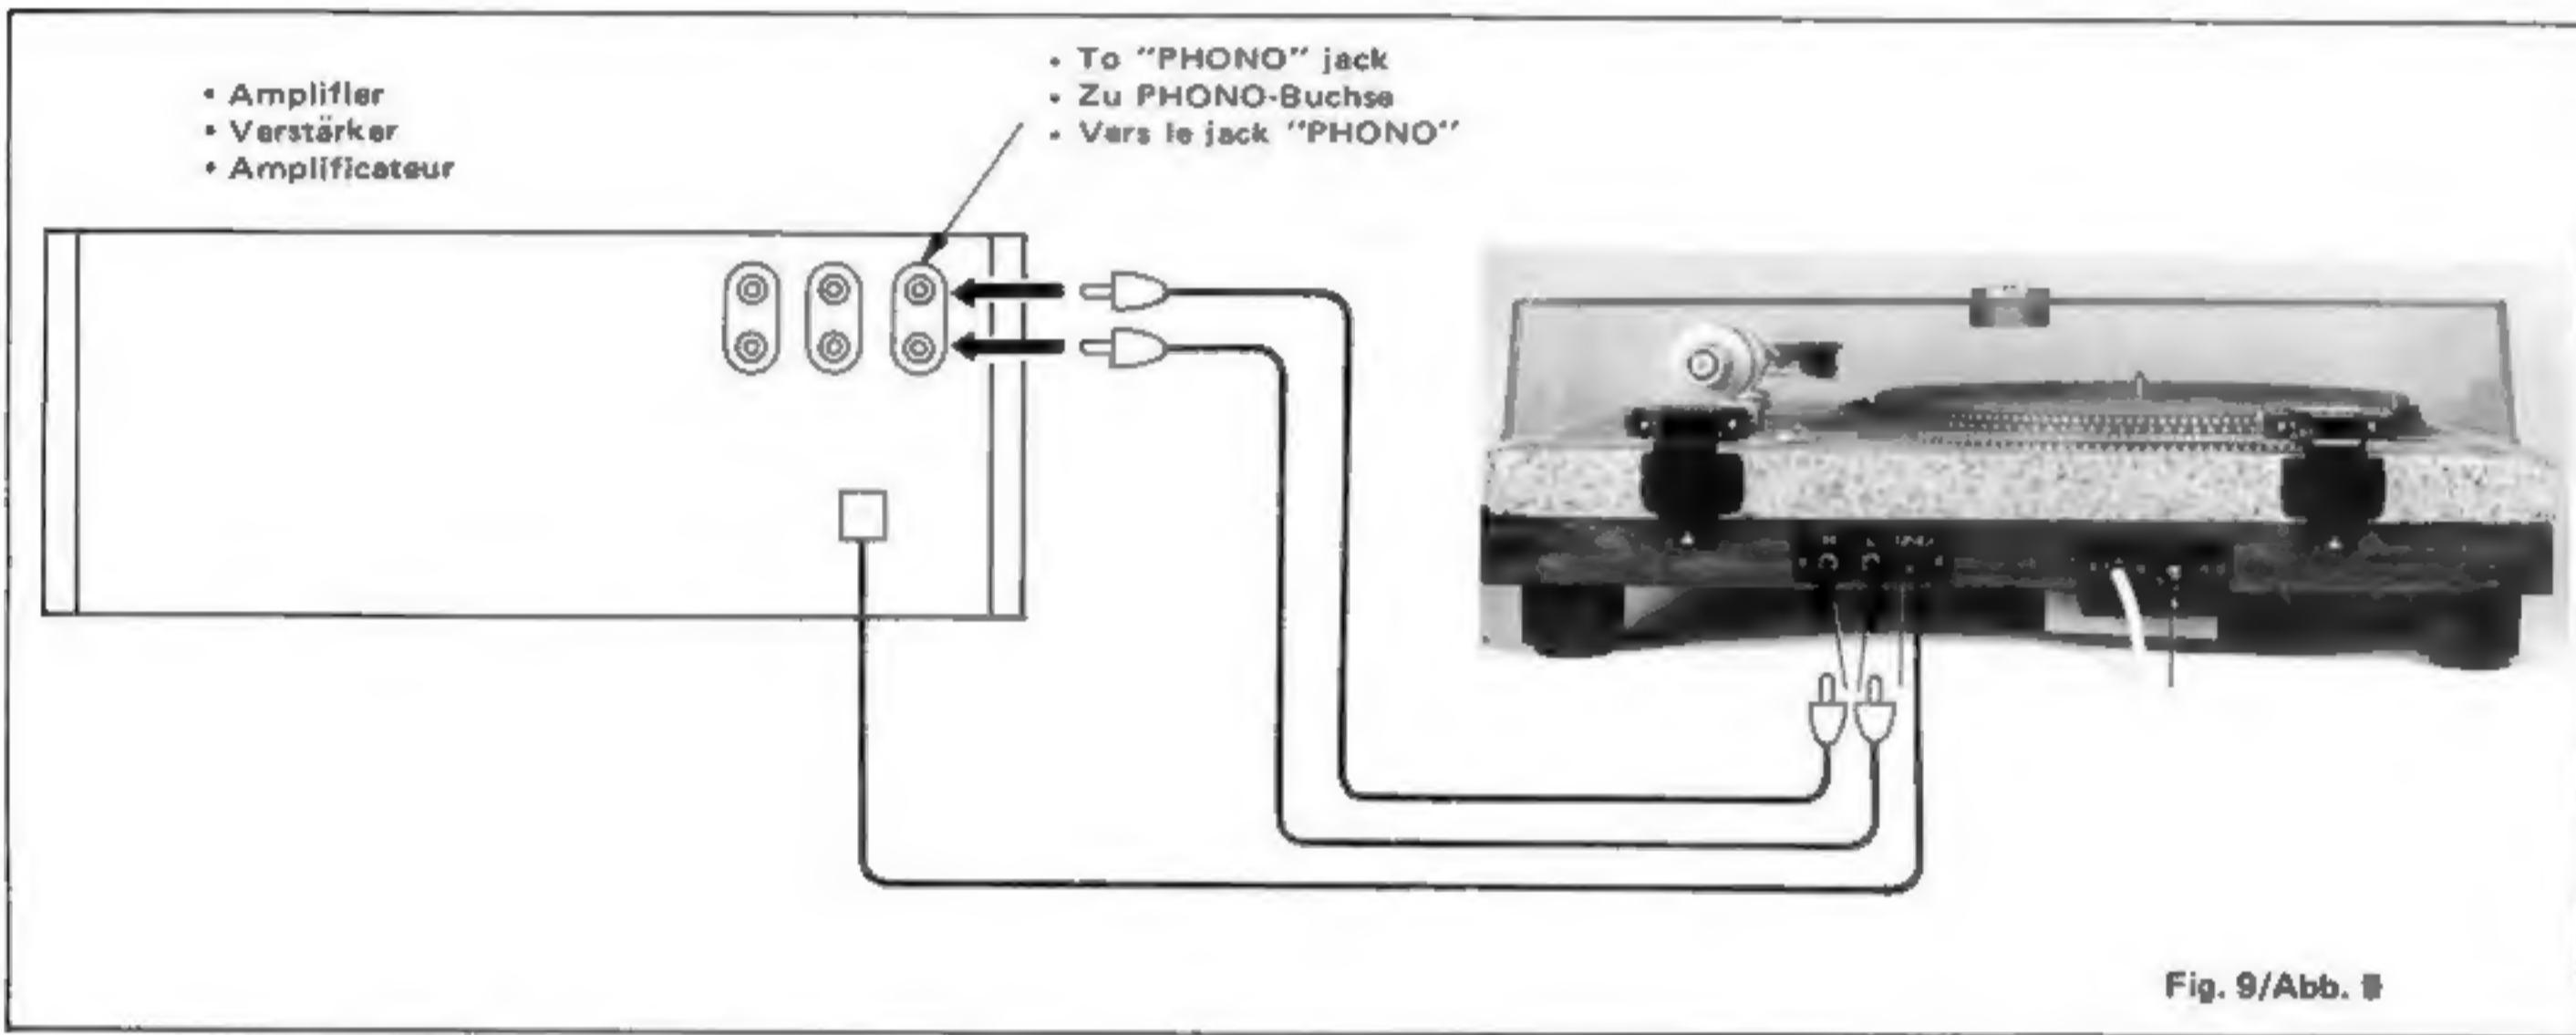

Fig. 9/Abb. 9
- Legen Sie den Hebel des Tonarmlifts nach vorne (Abb. 9). Dadurch senkt sich der Tonarm langsam auf die Schallplatte.